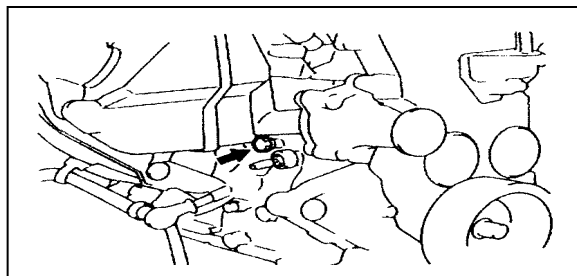

图 8-10
(2)拆下气缸体的放水阀,排出水套中的冷却液 (见图 8-10);